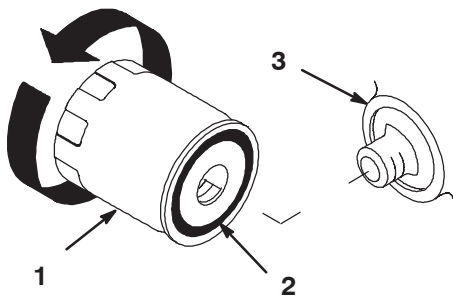

Figure 47
2. Déposez le filtre à huile usagé et essuyez la surface du joint de l'adaptateur (Fig. 47).
4. Appliquez une fine couche d'huile neuve sur le joint en caoutchouc du filtre de rechange (Fig. 47).
5. Posez le filtre à huile de rechange sur l'adaptateur. Tournez le filtre dans le sens horaire jusqu'à ce que le joint en caoutchouc touche l'adaptateur, puis donnez 1/2 tour supplémentaire (Fig. 47).